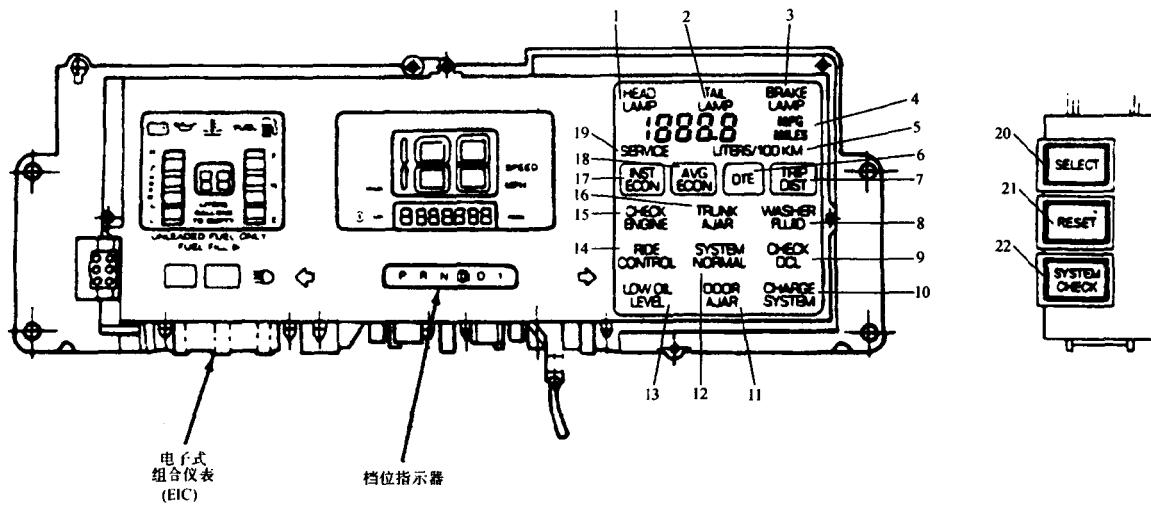

图 1-5 组合仪表和信息中心 - 大陆
1) 按下仪表板上的系统检查按钮,维修间隔提示里程会显示在燃油计量显示屏上(见图1-5)。